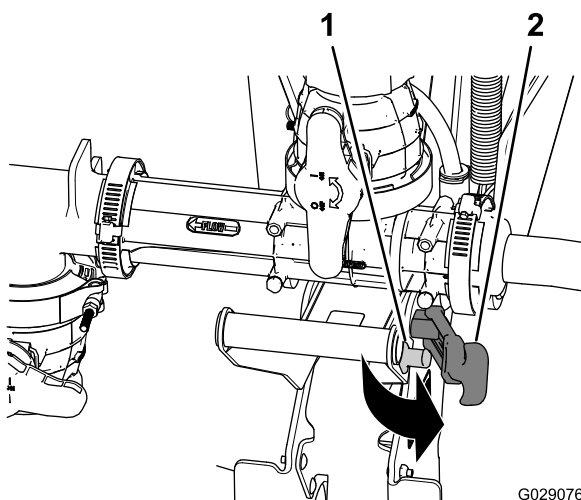
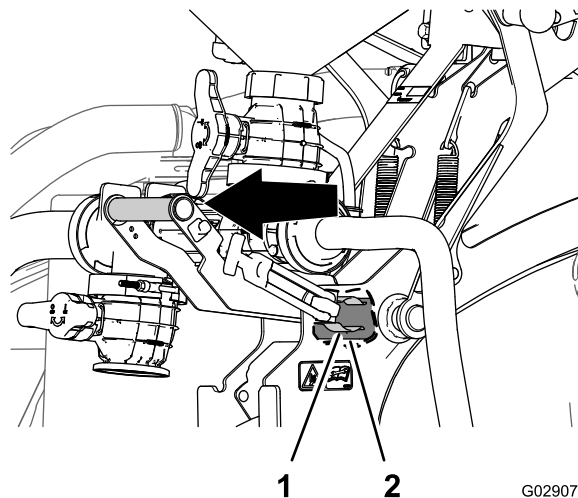
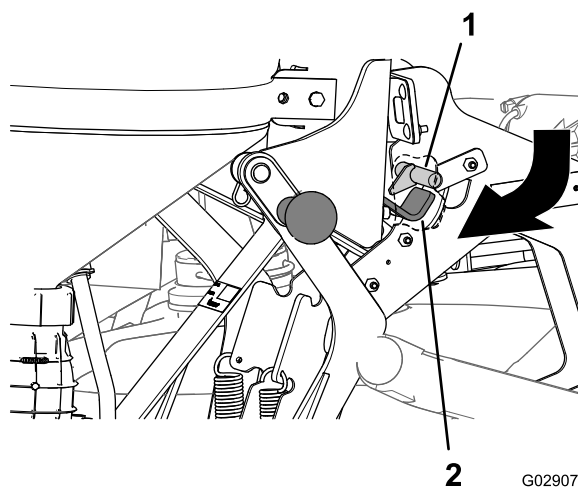

**Figura 31**
**Figura 32**
**Figura 33**
1. Agarre no manípulo do misturador e empurre a pega do trinco para fora do perno do trinco (Figura 31 e Figura 32).
2. Agarre no manipulador do misturador na parte superior da cavidade além do manipulador do misturador e puxe o manipulador do misturador para fora até que o clipe com mola se solte do tubo articulado (Figura 31 e Figura 33).
trinco esteja alinhada para fora com a placa de mola (Figura 33 e Figura 36).
- Empurre o manipulador do misturador de forma a que o gancho suba para a barra do trinco e o clipe da mola encaixe totalmente em redor do tubo articulado (Figura 33).
- Puxe a pega do trinco para o perno do trinco (Figura 32).